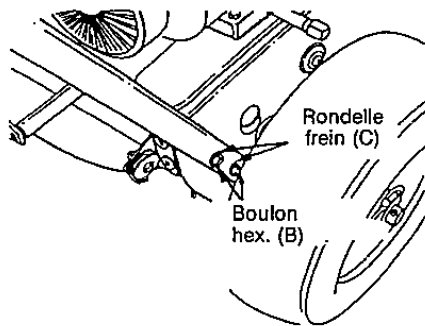

FIGURE 4
- Posez le guidon inférieur par terre, alignez les trous inférieurs des guidon avec les trous inférieurs des côtés du cadre et maintenez en place avec des boulons hex. (B) et des rondelles frein (C). Voir la figure 4.
- Relevez le guidon inférieur et alignez les trous supérieurs des guidon avec les trous qui restent dans le cadre. Maintenez en place avec des rondelles-frein (C) et des boulons hex. (B). Voir la figure 4.